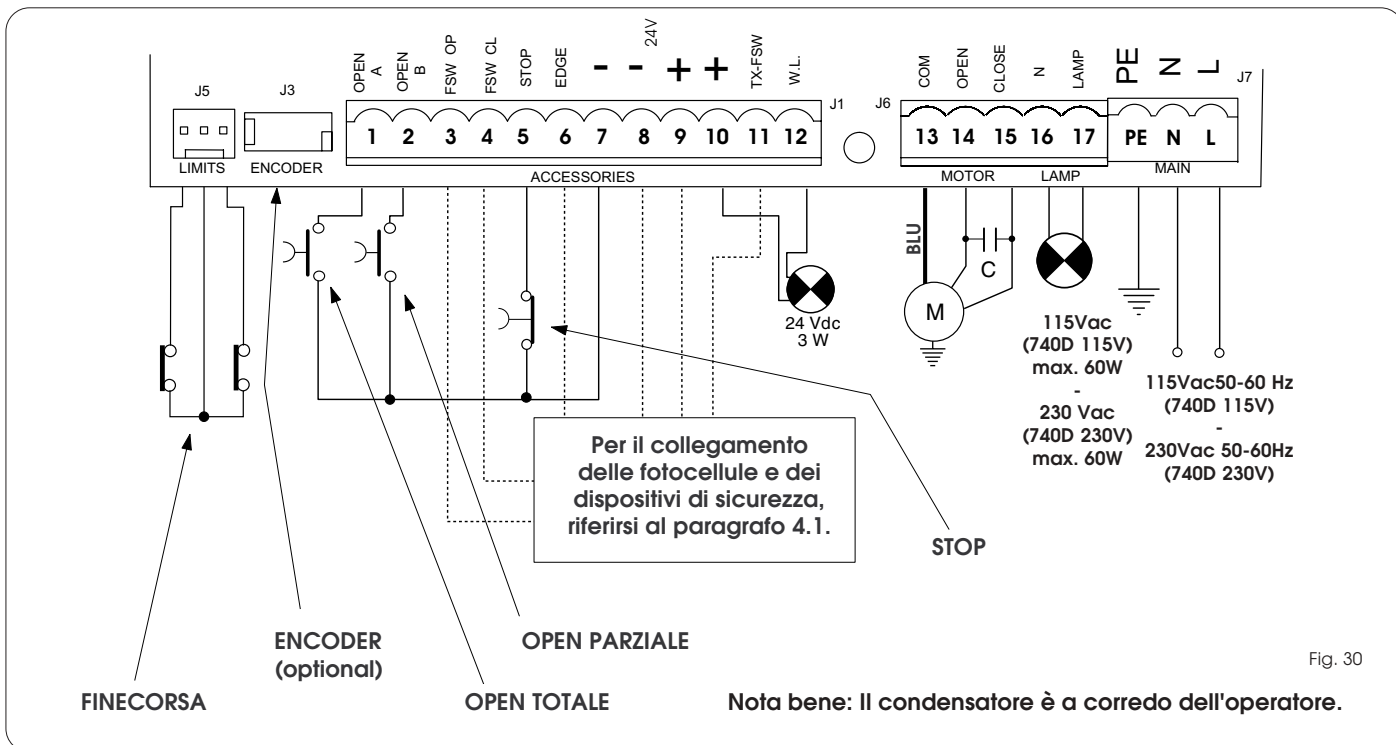

Fig. 30
- Collegare il cavo di terra all'apposito morsetto previsto sul connettore J7 dell'apparecchiatura (vedi fig. 30).
4.2. Morsettiera J7 - Alimentazione (fig. 30)
4.3. Morsettiera J6 - Motori e lampeggiatore (fig. 30)
4.4. Morsettiera J1 - Accessori (fig. 30)
4.6. Connettore J6 - Innesto rapido Finecorsa (fig. 30)
Questo ingresso è predisposto per la connessione rapida del finecorsa di apertura e di chiusura che possono dare l'arresto dell'anta, oppure l'inizio del rallentamento, oppure la frenata (vedi programmazione avanzata Par. 5.2.). Nei motoriduttori dove è prevista la centrale incorporata, questo collegamento è già precablato di serie (fig. 30). Per la direzione di apertura dell'anta vedi programmazione avanzata Par. 5.2.
4.7. Connettore J3 - Innesto rapido Encoder (fig. 30)